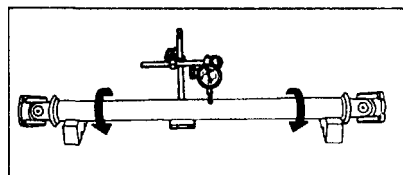

Рис. 7-42.
- ◆ Измерьте биение карданного вала (рис. 7-42). Если оно превышает 0,6 мм — замените карданный вал в сборе.